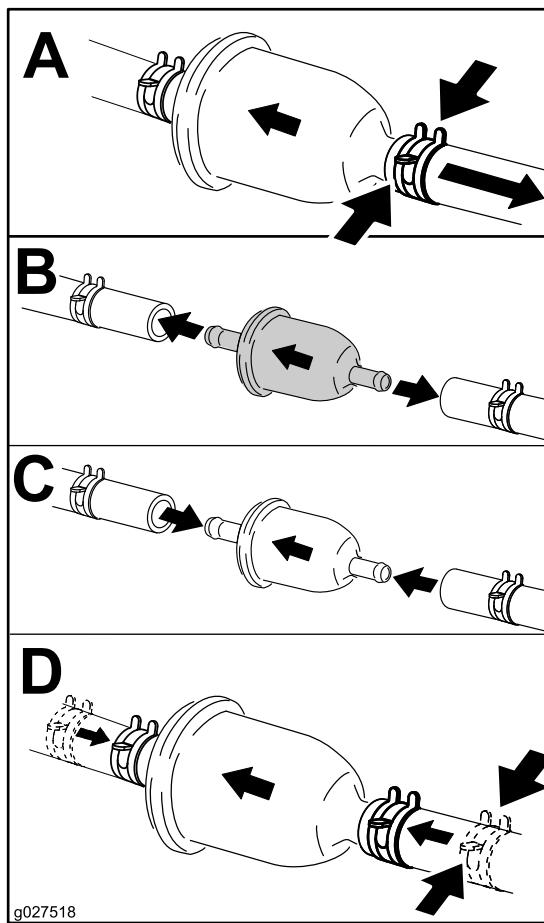

Figura 46
4. Substitua o filtro de combustível conforme se mostra na Figura 46.